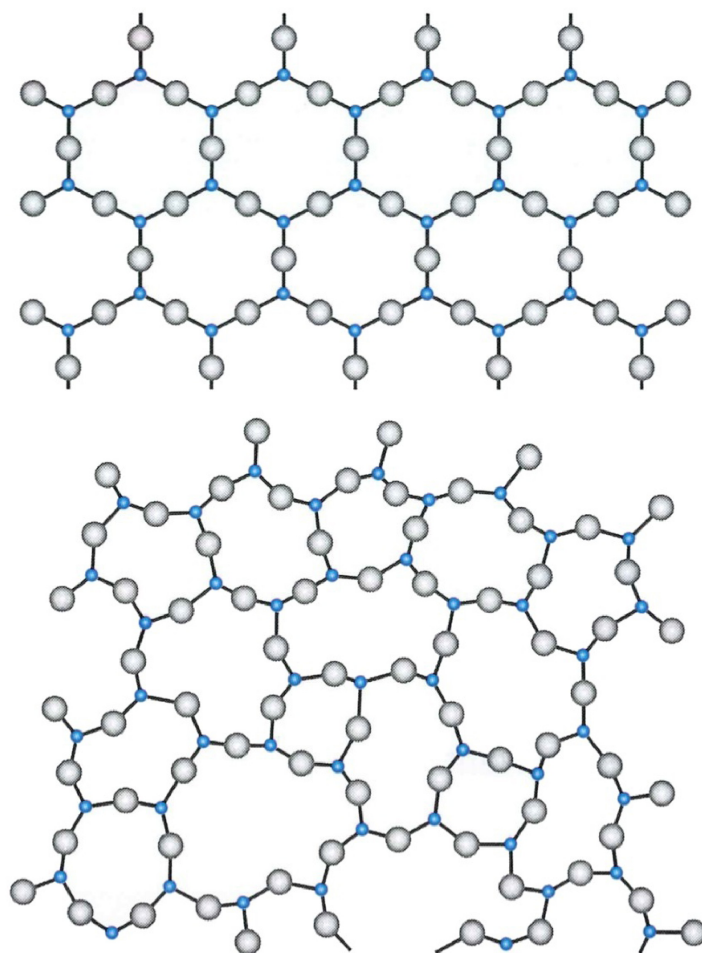

FIGURE 1 – Deux représentations à deux dimensions d'un solide de formule  $\text{SiO}_2$ .
directionnelles. Ces ions peuvent être organisés à longue distance, ou seulement à courte distance. Dans le premier cas, la structure est dite cristallisée et dans l'autre elle est dite vitreuse (caractéristique des verres), tel que le montre FIGURE 1.
- 2.1. Justifier que l'une des deux représentations de FIGURE 1 fait apparaître une organisation à longue distance (caractéristique d'un cristal), quand l'autre fait apparaître une organisation à courte distance, mais pas à longue distance (caractéristique d'un verre).
- 2.1. La représentation de gauche de la FIGURE 1 fait apparaître une organisation à courte et à longue distance : un même motif se répète identique à lui-même, les atomes ou les ions occupent une position moyenne qui est toujours la même (mais attention, ils ne sont pas immobiles, à moins d'être à 0 K !), il s'agit d'une structure cristalline.
- Figure 1 = état cristallin, figure 2 = état vitreux